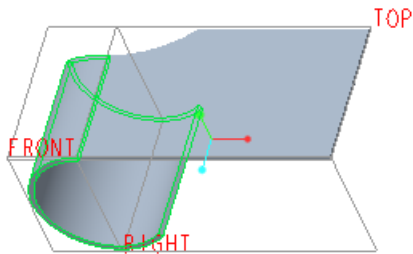

图 1-199 完成滚动折弯的效果
(8) 在“折弯”选项卡中单击  (完成) 按钮，完成滚动折弯的效果如图 1-199 所示。